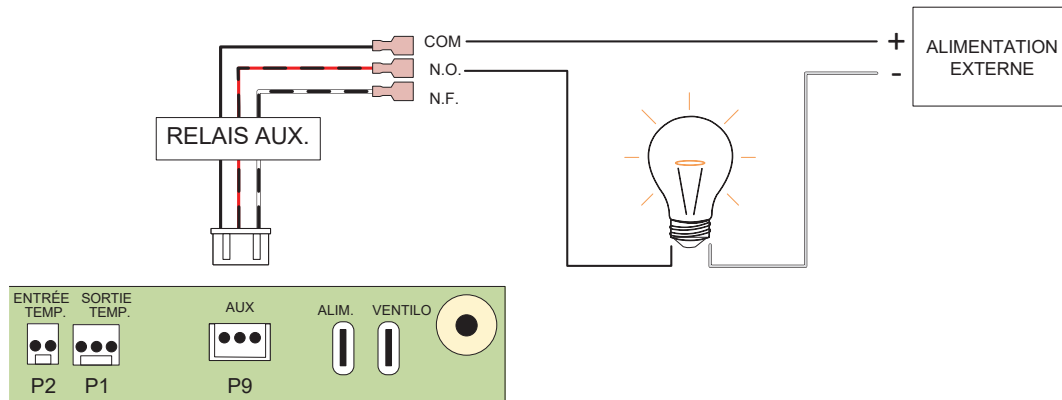

Figure 145. Relais auxiliaire
- le relais auxiliaire P9 est à contact sec (nécessite source externe pour alimenter les dispositifs raccordés), voir Figure 145.